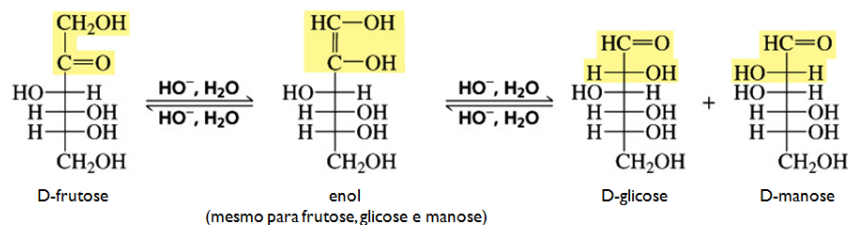

Figura 5 - Isomerização da frutose em meio básico.
O teste de Fehling foi desenvolvido pelo químico alemão Hermann von Fehling para diferenciar aldeídos de cetonas. Entretanto acabou tornando-se um reagente geral para açúcares redutores, pois as cetoses sofrem rearranjo e também dão teste positivo (Figura 5). Por muito tempo foi utilizado para identificar a presença de açúcar na urina, com a finalidade de diagnosticar Diabetes. O reagente é composto de duas soluções, a primeira de $\text{CuSO}_4 \cdot 5\text{H}_2\text{O}$ e a segunda de sal de Rochelle (tartarato duplo de sódio e potássio $\text{KNaC}_4\text{H}_4\text{O}_6 \cdot 4\text{H}_2\text{O}$) em meio básico. O sulfato de cobre (II) reage com a base dando hidróxido, e